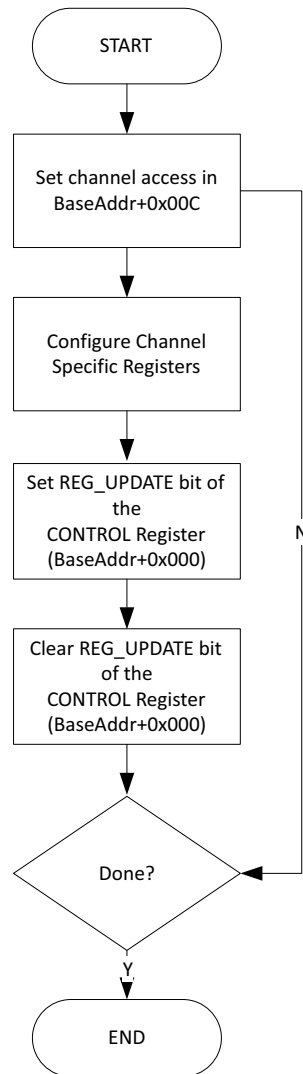

図 5 : チャンネルレジスタ設定のフローチャート
4. 別のチャンネルまたはレジスタの設定を行う場合は手順 1 ~ 3 を繰り返します。図 5 を参照してください。
4. 別のチャンネルの設定を行う場合は手順 1 ~ 3 を繰り返します。図 5 を参照してください。